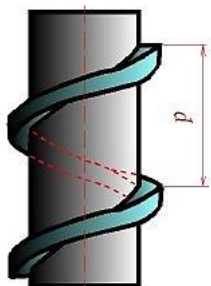

Рис. 126. Шаг резьбы
5. Шаг резьбы (Р) – расстояние между двумя соседними витками (рис.126). Шаг резьбы бывает: крупный (не указывается на чертеже) и мелкий (указывается: М20×1,5)